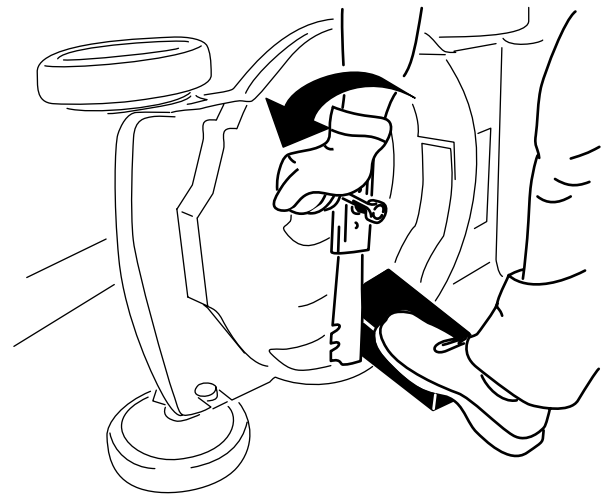

Bild 24
2. Stabilisieren Sie das Messer mit einem Holzblock (Bild 24).
3. Nehmen Sie das Messer ab und bewahren Sie alle Befestigungsschrauben auf (Bild 24).